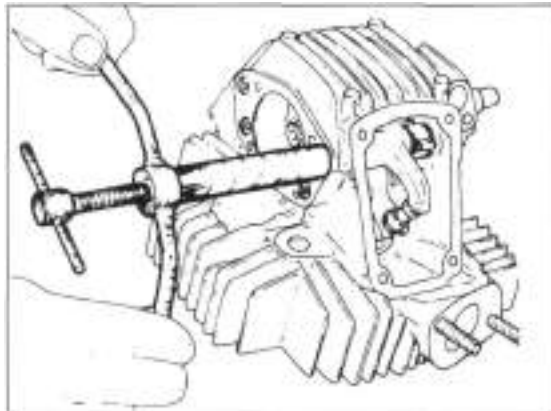

Bild 143
- Die Kipphebelachse des Öffners mit DUCATI-Werkzeug 88713.0120 ausziehen (Bild 143). Da-